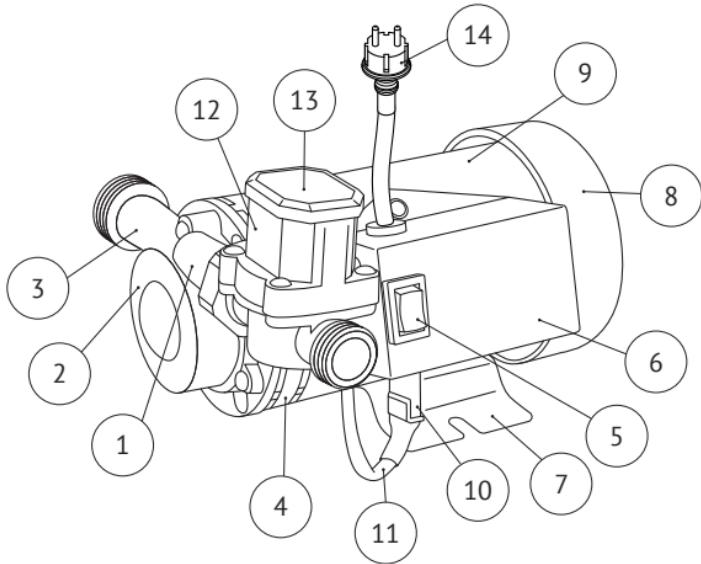
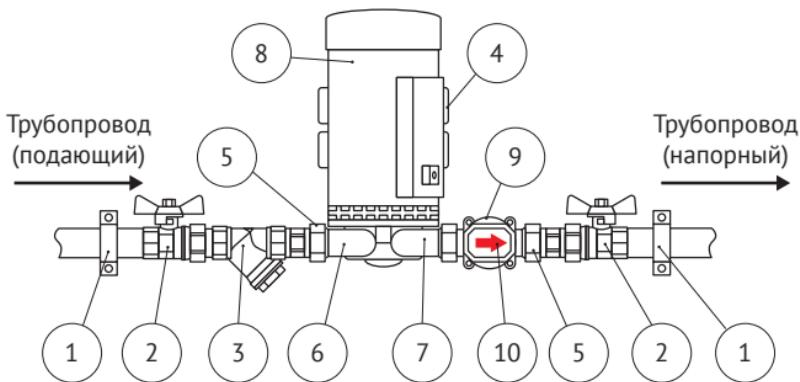
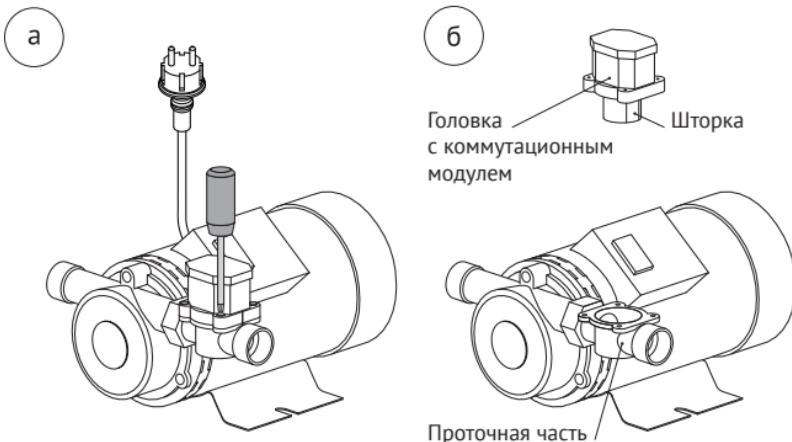

Рис. 2
Рис. 4
Рис. 7
Общее устройство насосов серии WIP показано на рис. 2.
Типовая схема монтажа насоса на трубопроводе системы показана на рис. 4. Соединение насоса 8 с трубопроводом производится с помощью входящих в комплект соединительных элементов 5 (см. также Раздел 2 «Комплект поставки»). При монтаже соблюдайте направление движения перекачиваемой среды (вращения рабочего колеса), указанное стрелками на корпусе электродвигателя и защитной крышке датчика потока 10 (см. также рис. 2, поз. 13).
Для подключения датчика потока необходимо вставить штекер в разъём на корпусе пускового устройства (рис. 2, поз. 6, 10, 11, 12).
Перед включением вилки в розетку (рис. 2, поз. 14) проверьте напряжение в питающей электрической сети и контролируйте его в процессе дальнейшей эксплуатации насоса. Работа с пониженным напряжением ведёт к снижению напорно-расходных характеристик насоса и повышению рабочего (номинального) тока.
Насос может работать в двух режимах: ручном и автоматическом. Выбор режима работы осуществляется с помощью трёхпозиционного переключателя, расположенного на крышке пускового устройства (рис. 2, поз. 5).
Принцип работы датчика основан на взаимодействии магнита, встроенного в шторку, и герконового выключателя, расположенного в герметичном корпусе (рис. 2, поз. 12 и рис. 7б). Магнит, приближаясь к герконовому выключателю приводит к замыканию цепи и включению насоса. Отдаляясь, магнит перестает действовать, цепь размыкается и насос выключается.
1. Откройте запорную арматуру на входе и выходе насоса (рис. 4, поз. 2);
Для этого открутите четыре винта (рис. 7, а) и извлеките головку с коммутационным модулем из проточной части (корпуса) датчика. Очистите от загрязнений и отложений доступные детали и участки поверхности головки, а также полость в проточной части (рис. 7, б). После этого, в обратном порядке соберите датчик.
Также необходимо регулярно выполнять проверку и очистку фильтра грубой очистки (рис. 4, поз. 3). Интервал проверок устанавливается в зависимости от интенсивности накопления загрязнений.